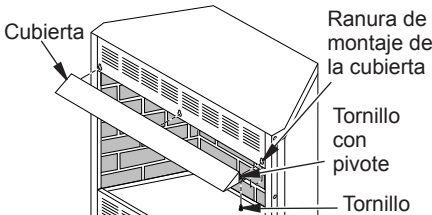

Figura 11 - Instalación de la cubierta del calefactor
2. Inserte la cubierta entre la parte superior de la chimenea y las ventilas como se muestra en la figura 11.